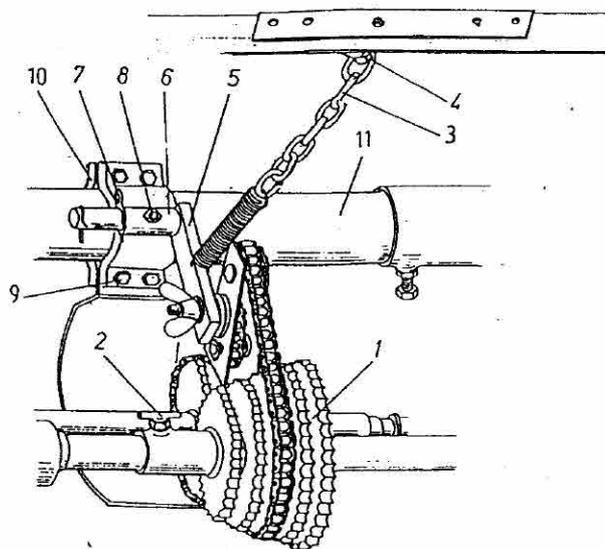
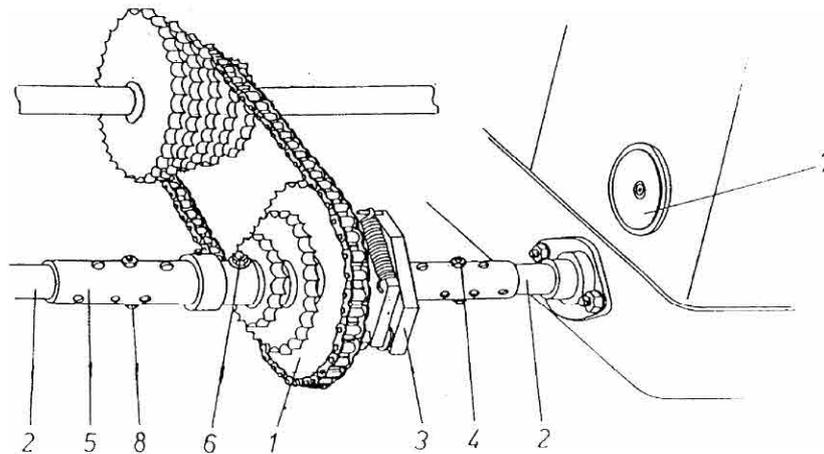

Abb. 5. Kettengetriebe
Abb. 6. Kettengetriebe
- den Klemmknebelgriff herausdrehen (2, Abb.5), um das Verschieben des Aggregats der Antriebskettenräder zu ermöglichen;
- die Spannung des Antriebskettenspanners lösen durch die Abkoppelung der Kette von dem Haken (4);
Beim Wechsel eines Antriebskettenrades (1, Abb.6) ist auch der Kettenspanner (5, Abb.5) in der Buchse des Aufhängungsrahmens (6) zu verschieben, nachdem der Splint herausgenommen worden ist.
- die Funktion des Antriebssystems überprüfen durch das Drehen des Laufrades der Maschine in beide Richtungen. Nach der Entfernung von Verschluss scheiben (7, Abb. 6), die an der Seite des Gehäuses von Auspflanzteilen über dem Lager angebracht sind, überprüfen, ob die Antriebsräder des Becherbandes nicht mit Erde verklebt sind;